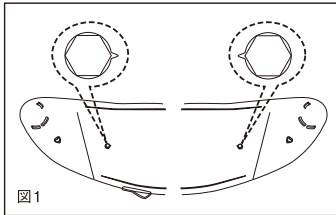

図1
①専用シールドに取り付けられているピンの突起がそれぞれ図1のように、シールドの中心に向いているか確認します。突起が中心方向を向いていないときは工具などで回して調整します。